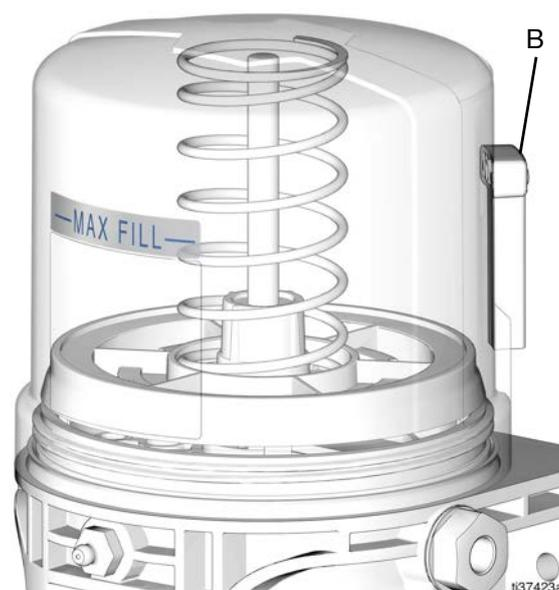

FIG. 18
3. Llene el depósito con grasa NLGI hasta la línea de llenado máximo (MAX FILL, FIG. 18).
NOTA: No debería utilizarse el tubo de ventilación (B) como indicador de llenado excesivo (FIG. 18).